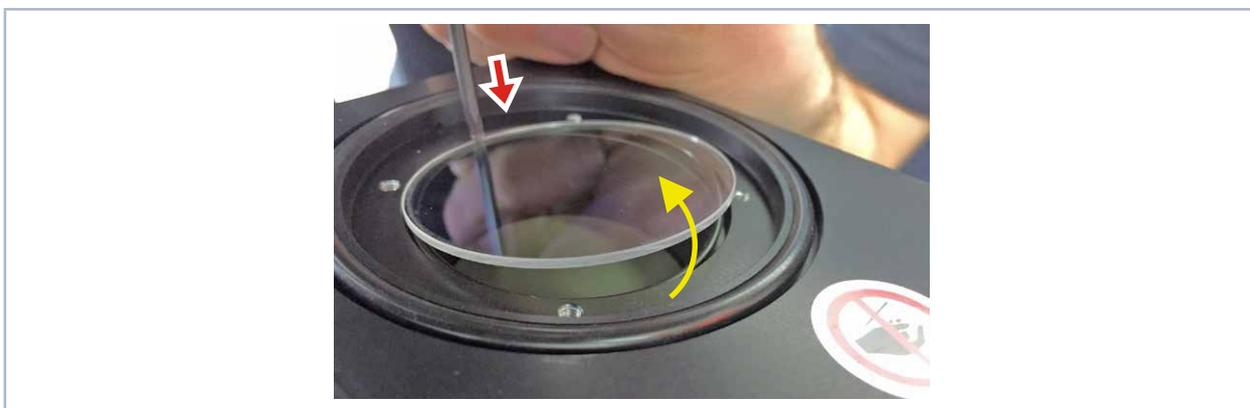

Abb. 15.2: Schutzglas anheben
4. Drücken Sie das Schutzglas mit einem stumpfen Gegenstand am Rand nieder, fassen Sie es am Umfang an und heben Sie es heraus (siehe Abb. 15.2 auf Seite 67). Falls der O-Ring am Schutzglas haften bleibt, entfernen Sie ihn und setzen Sie ihn wieder in die Apertur ein.